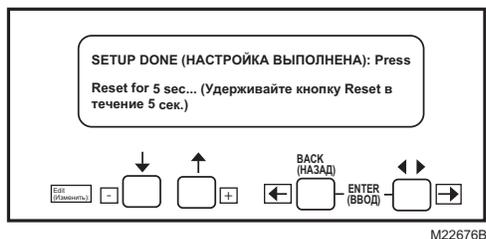

Рис. 22. Экран Setup Done (Настройка выполнена).
22. Используйте стрелку вниз, чтобы подтвердить правильность времени пост-продувки. Отобразится надпись Getting Data (Получение данных), а затем экран, изображенный на Рис. 22.